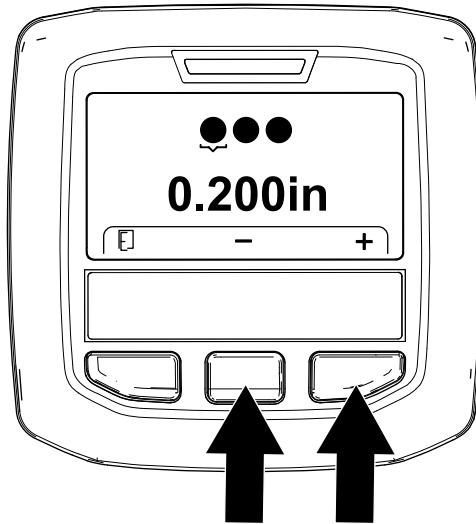

Рисунок 59
- Отрегулируйте диаметр зуба (Рисунок 59) следующим образом: